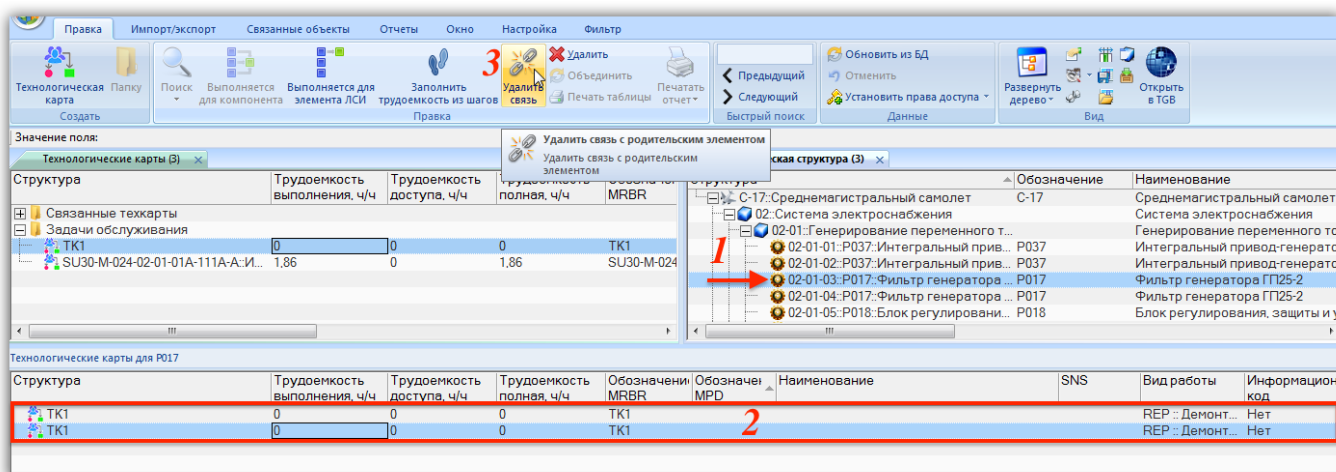

Рис. 12-48 – Связь ТК «ТК1» с компонентом «P017» установлена дважды
– Выбрать ТК в связанном окне «Технологические карты» для компонента и нажать кнопку «Удалить связь» панели «Правка». Связь будет удалена для всех мест использования данного компонента. Однако если компонент был связан с ТК несколько раз, то удалена будет только выбранная связь. В примере на рис. 12-48 связь ТК с компонентом «P017» установлена дважды (2). Если удалить одну из них, нажав кнопку «Удалить связь» (3), то другая связь сохранится.